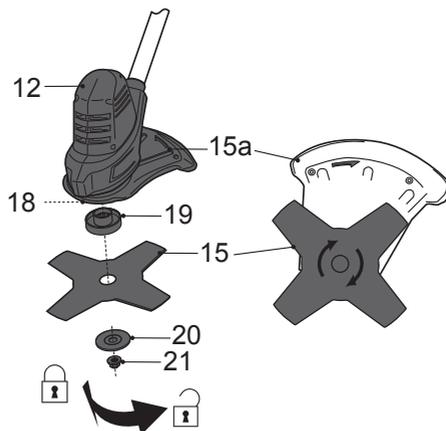

Fig. 9
- > Tournez la flasque d'appui (19) jusqu'à ce que le trou soit en face de l'encoche située sur la tête d'engrenage (12).
- > Bloquez la broche (18) en insérant la tige de blocage (23) dans le trou.
- > Dévissez l'écrou (21) dans le sens des aiguilles d'une montre, et enlevez-le en même temps que la flasque de serrage (20).
- > Enlevez la protection de la lame (15) avant de commencer le travail.
- > Enfitez la lame (15) sur la broche (18) en vous assurant que la flèche de direction de la lame (15) est dans le même sens que celle du capot de protection (14). La flèche de rotation et l'icône de sourire sont dirigés vers le bas pendant la coupe de l'herbe. La lame doit être parfaitement alignée avec l'anneau saillant de la flasque d'appui (19).
- > Placez la flasque de serrage (20) sur la lame (15).
- > Verrouillez la lame (15) à l'aide de l'écrou (21) et de l'outil multi-usages (22) (fig. 9).
- > Enlevez la tige de blocage de la broche (23).